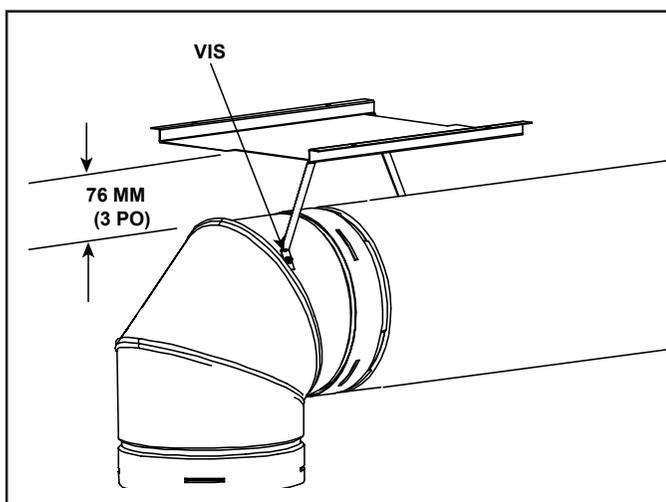

Figure 6.4 Écran thermique coudé installé
- Si les matériaux inflammables ne sont pas en place au moment de l'installation, l'écran thermique coudé peut être vissé au tuyau d'évacuation. Voir la figure 6.4. Coupez les languettes comme il est indiqué et pliez vers le bas. Fixez l'écran thermique au tuyau en maintenant 76 à 102 mm (3 à 4 po) entre le tuyau et l'écran.
- On peut installer des coudes de 90° et les tourner dans n'importe quelle direction autour de l'axe vertical du composant précédent. Si le coude ne peut pas être verrouillé au composant précédent, l'attacher avec au minimum deux (2) vis autotaraudeuses.